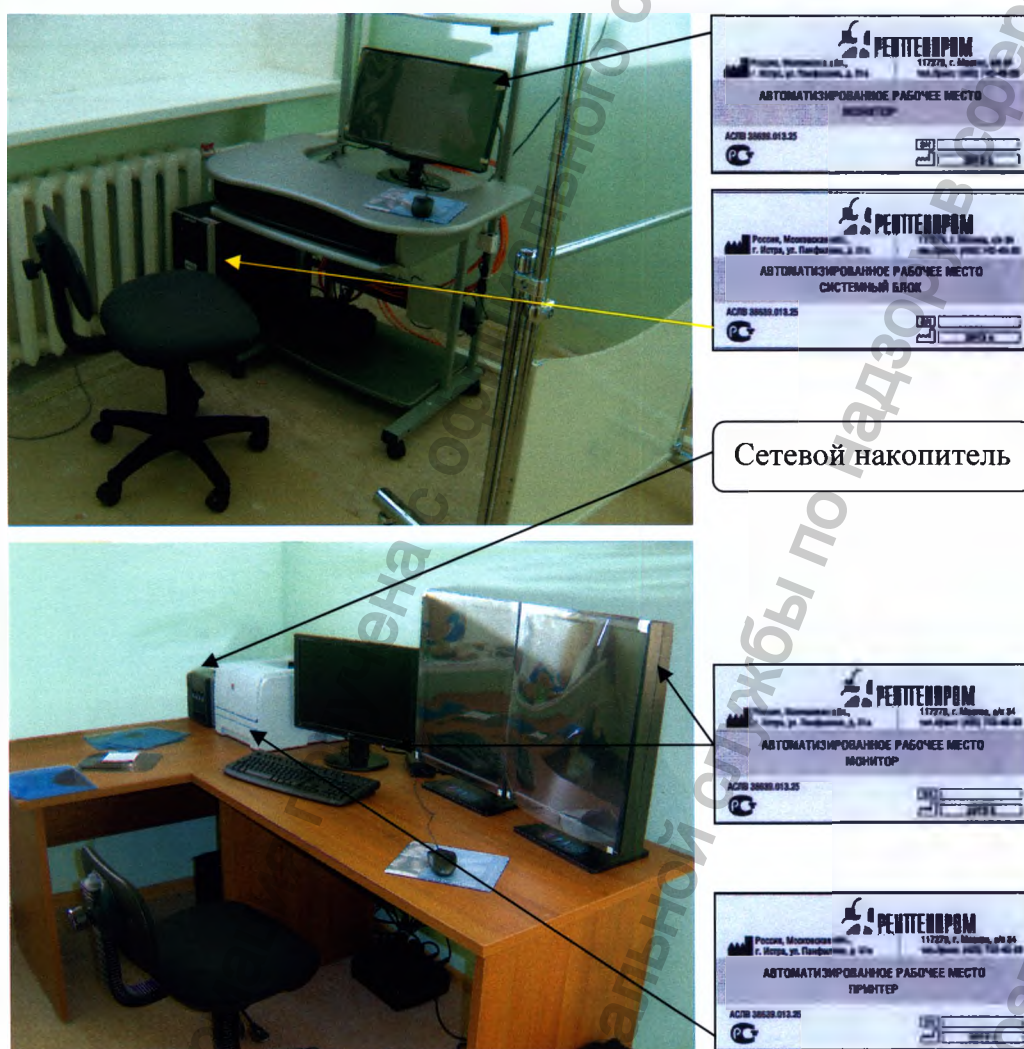

Рисунок 1 – Маркировочные таблички на АРМ1 и АРМ2
3.4 Идентификация маммографа и его частей, а также информация об их изготовителях осуществляется с помощью маркировочных табличек, закрепленных на корпусе маммографа, АРМ 1 и АРМ 2 (рис.1). Серийный номер маммографа содержится в основной маркировочной табличке, размещенной в нижней части стойки съемочного узла (рис.1.1).